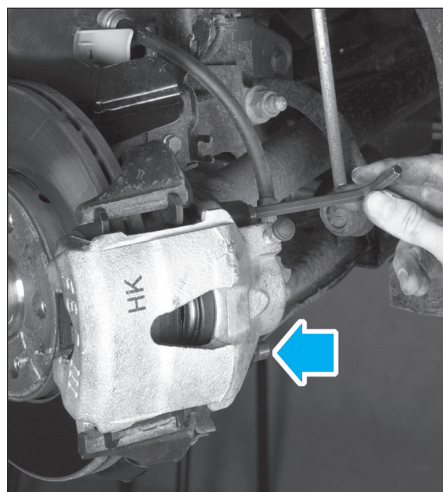

Fig. 3
- Déposer les deux caches puis les vis de colonnette de l'étrier (Fig.3).